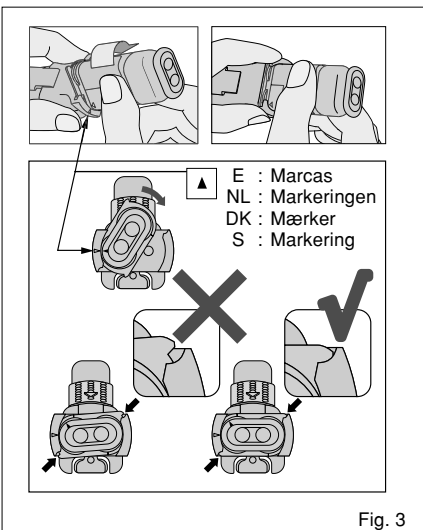

Fig. 3
- b. Charger la cartouche dans le bloc distributeur de pâtes. (Fig. 3)
- b. Cargar el cartucho dentro del aplicador Paste Pak Dispenser. (Fig. 3)